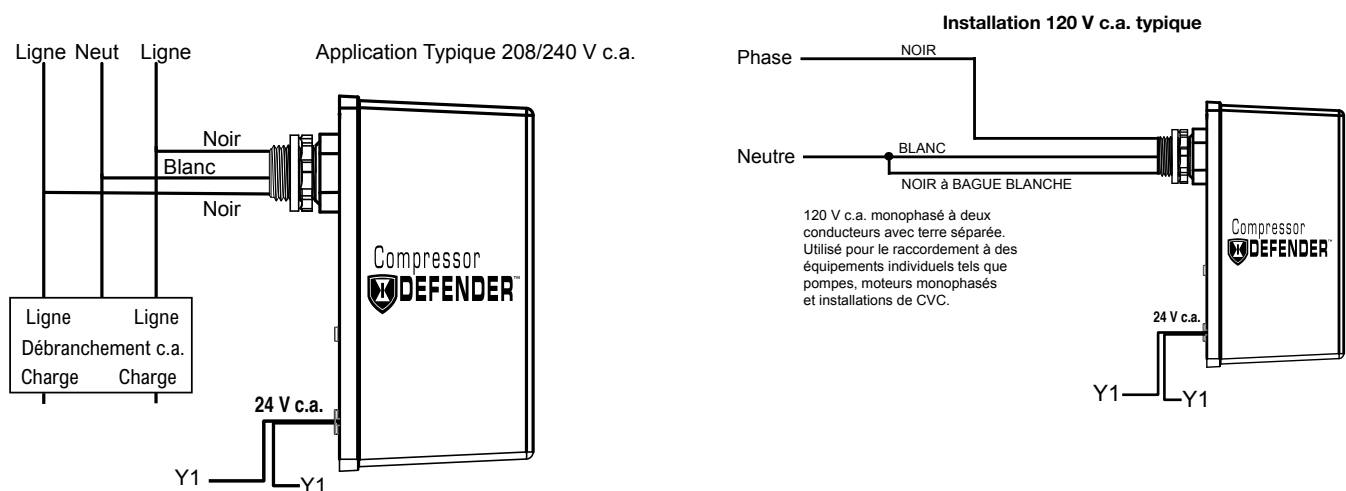

Figure 3. Câblage du limiteur de surtension.
3. Raccorder le fil blanc du *Compressor Defender*™ au branchement de neutre du tableau, comme sur la Figure 3.
4. Raccorder les deux fils noirs au côté demande du disjoncteur qui alimente le compresseur/la pompe comme sur la Figure 3.